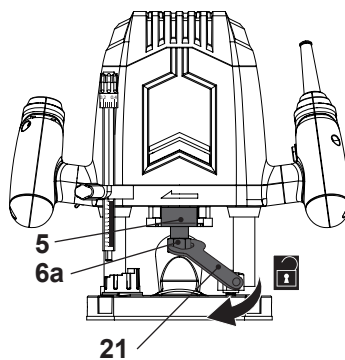

Fig. 3
- > Strângeți butonul de ajustare a adâncimii (16).
- > Apăsați elementul de blocare al arborelui (5) și mențineți-l în poziție, în timp ce slăbiți piulița de blocare (6a) cu cheia (21) (Fig. 3).